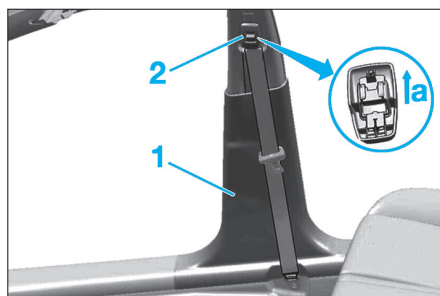

Fig. 19
- Déposer la garniture (1) (Fig.19).